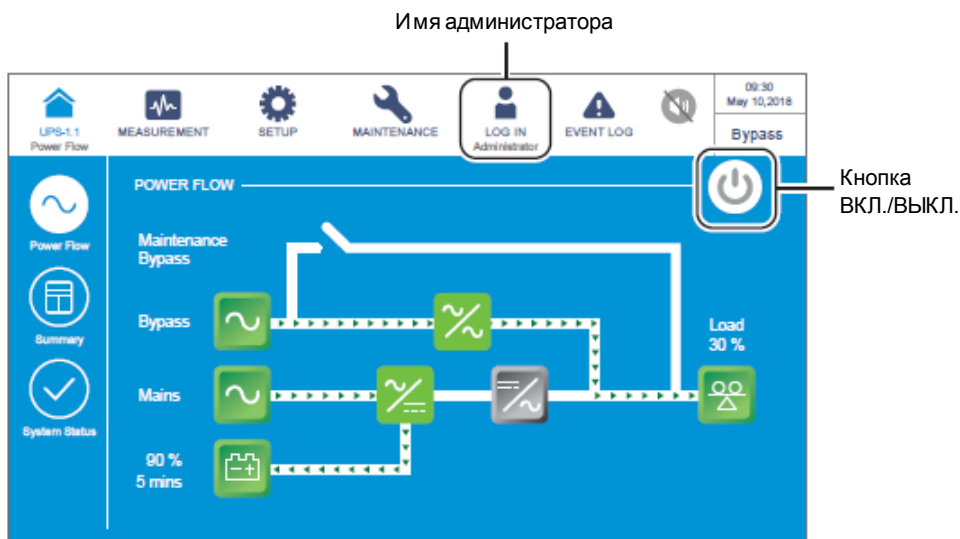

Рисунок 6-29: Главный экран: расположение кнопок имени администратора и ВКЛ./ВЫКЛ.
- 7 Войти в систему как **Администратор**. Для получения пароля **Администратора** связаться со обслуживающим персоналом. После входа в систему убедиться, что вход произошел под именем **Администратора** (см. *Рисунок 6-29*).